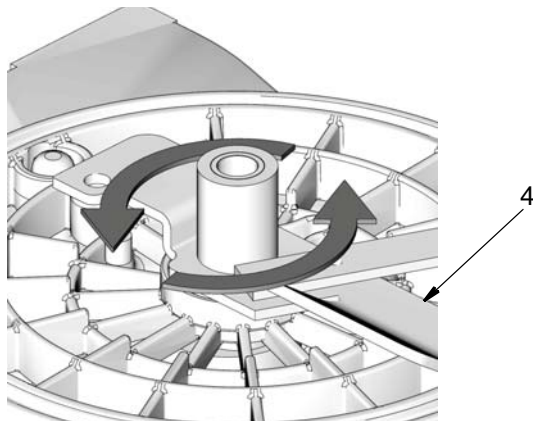

ABB. 13
4. Installieren Sie den Rührflügel (4) in der Basis der G3-Pumpe. Drehen Sie den Flügel **entgegen dem Uhrzeigersinn**, bis er fest sitzt (ABB. 13). (Die Abbildung zeigt den Niedrigstandflügel NICHT.)